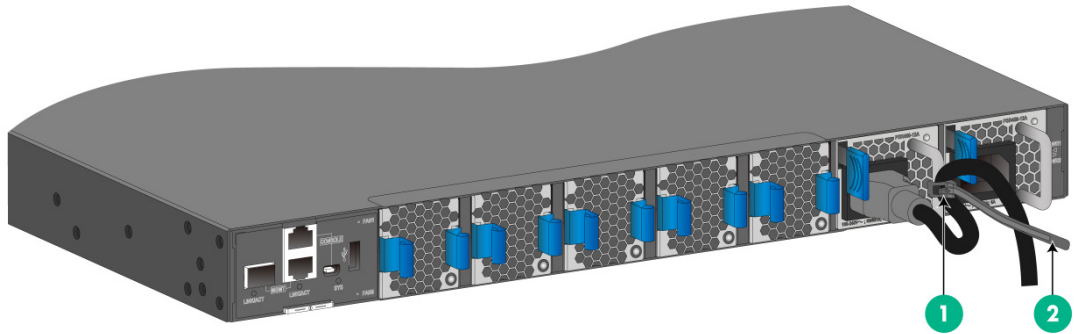
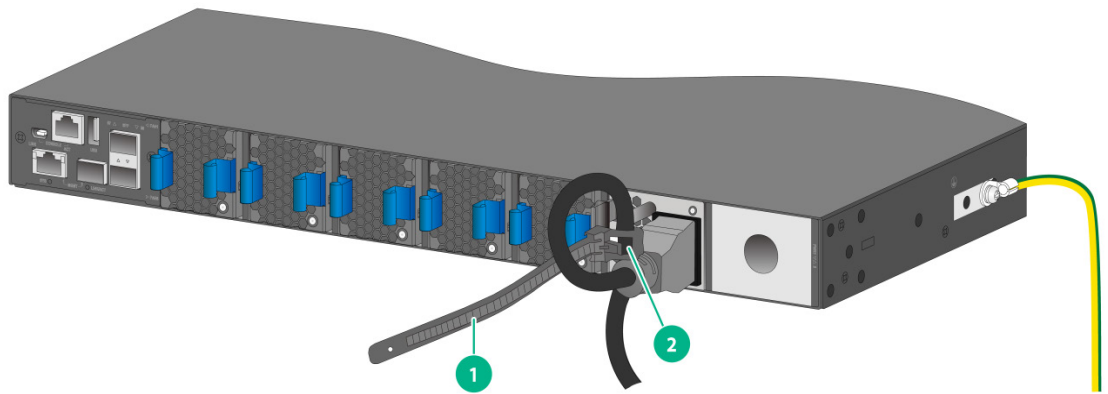
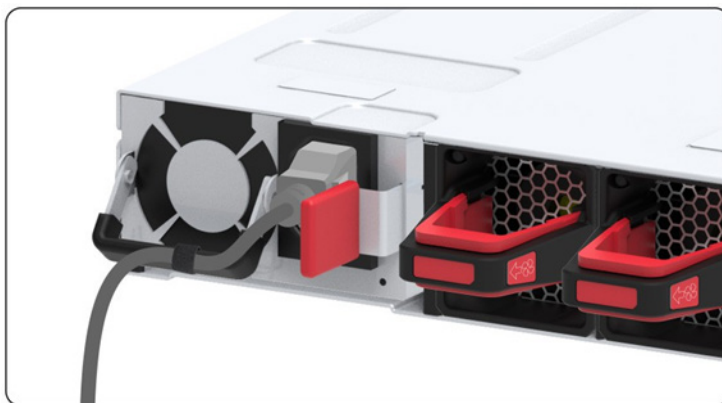
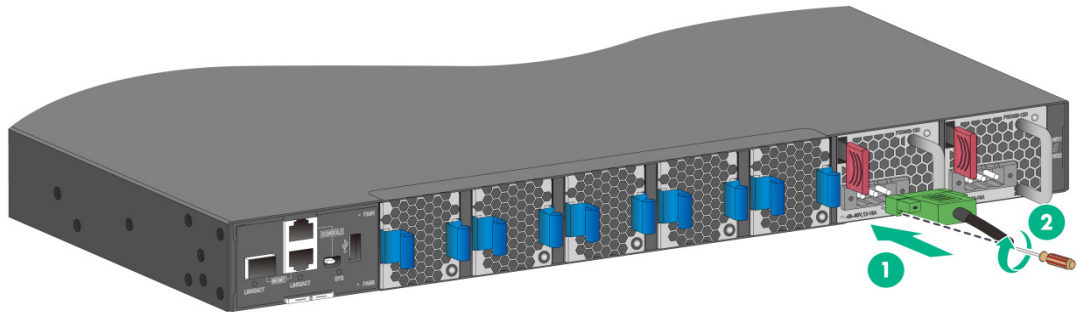

図 3-36 PSR450-12A1-N への AC 電源ケーブルの接続
図 3-37 LSVM3AC650 への AC 電源ケーブルの接続
図 3-38 PSR550-12A-B-N への AC 電源ケーブルの接続
図 3-39 PSR450-12D1-N への DC 電源ケーブルの接続
- 3) 図 3-36や図 3-37、図 3-38に示すように、取り外し可能なケーブルタイを使用して、電源装置のハンドルに電源コードを固定します。
- 2) QX-S6700X シリーズ用の PSR450-12D1-N に接続する場合は、マイナスドライバを使用して、電源コードのコネクタのネジを締めます (図 3-39)。QX-S7532HP 用の LSVM3DC650 に接続する場合は、ケーブルタイを使用して電源ケーブルを電源モジュールのハンドルに固定します。(図 3-37)